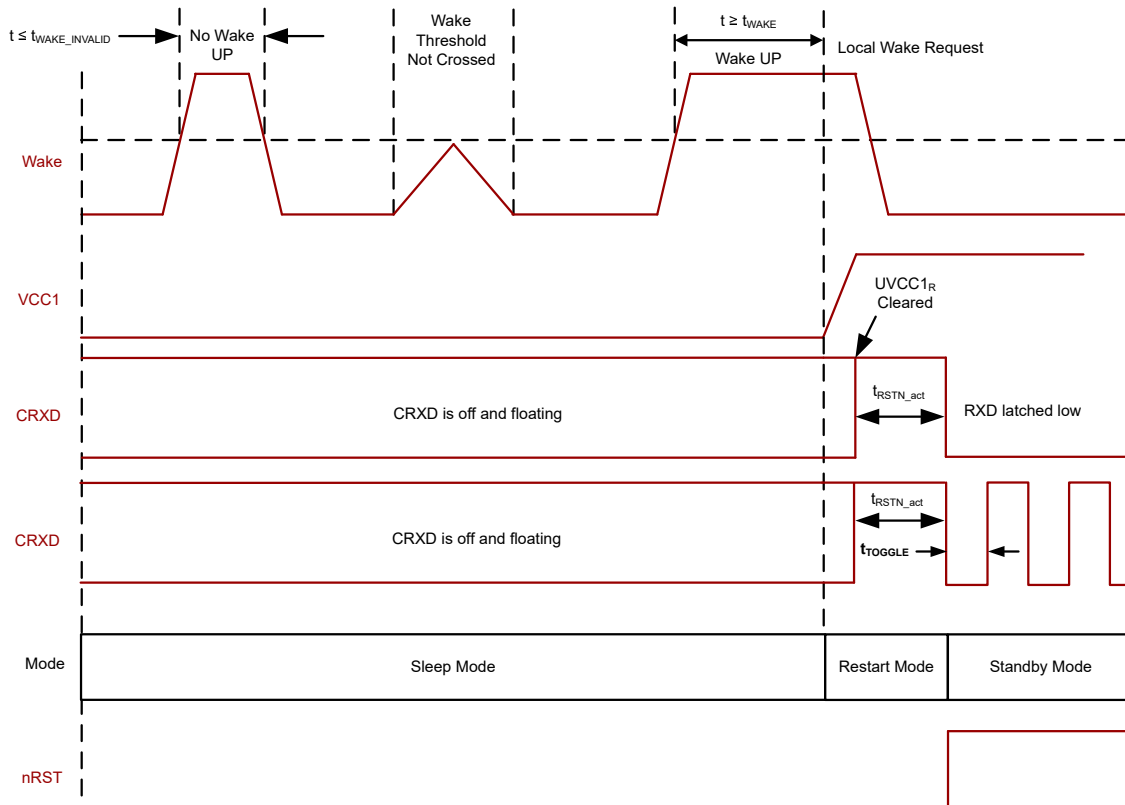
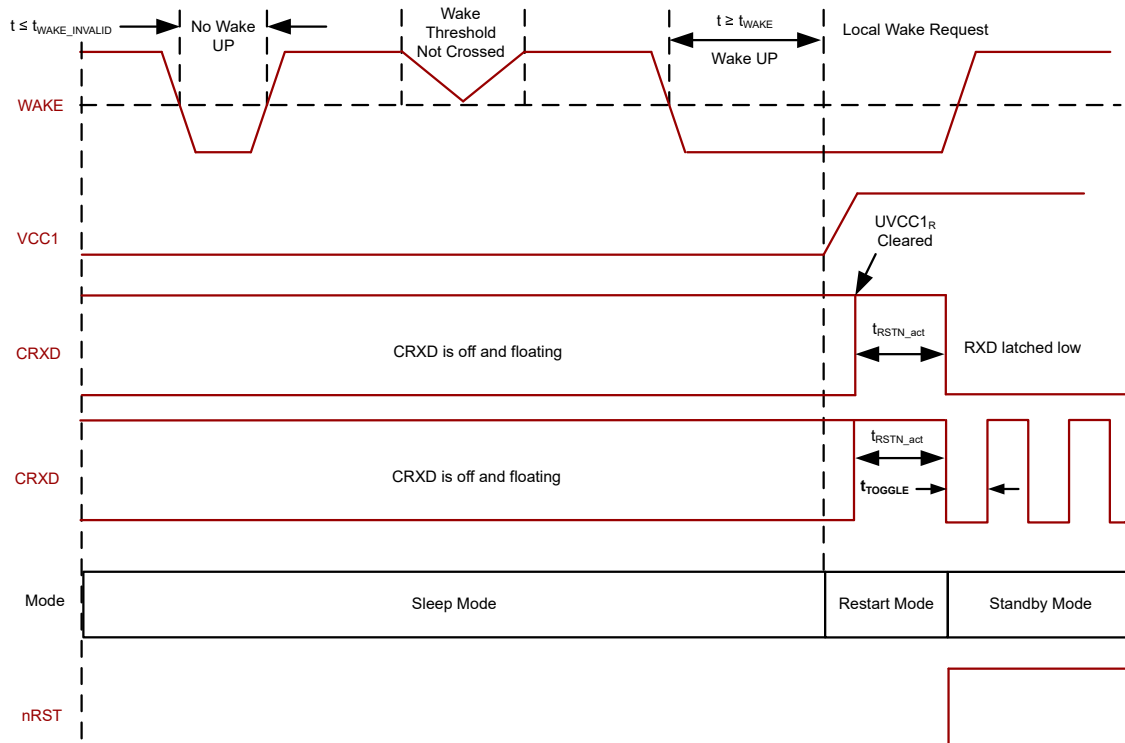

図 8-32. ローカルウェークアップ - 立ち上がりエッジ
図 8-33. ローカルウェイクアップ - 立ち下がりエッジ
WAKEx ピンはデフォルトでは双方向入力ですが、WAKE_CONFIG レジスタ 8'h11[7:6] を使用することで、立ち上がりエッジと立ち下がりエッジの遷移に構成可能です。図 8-32 および 図 8-33 を参照してください。WAKE ピンはグラウンドに基づくウェーク入力であり、グラウンドまたは V_{SUP} に接続されたスイッチで使えます。WAKEx ピンの入力スレッシュホールドは $VCC1$ レベルを基準にでき、プロセッサに直接接続または $VCC1$ レールに切り替えることができます。この端子を使用しない場合は、望ましくない寄生ウェークアップを防止するため、端子をグラウンドに接続します。デバイスがスリープモードに移行すると、WAKE 入力の状態遷移を決定する前に、WAKEx 端子の電圧レベルが t_{WAKE} の間 Low 状態または High 状態である必要があります。 $t_{WAKE_INVALID}$ より小さいパルス幅はフィルタ処理されます。
- 図 8-32 と 図 8-33 は、立ち上がりエッジまたは立ち下がりエッジによる WAKE 入力の例を示しています。VCC1 > UVCC1 の状態でスタンバイモードに入ると、RXD は **Low** にプルされます。